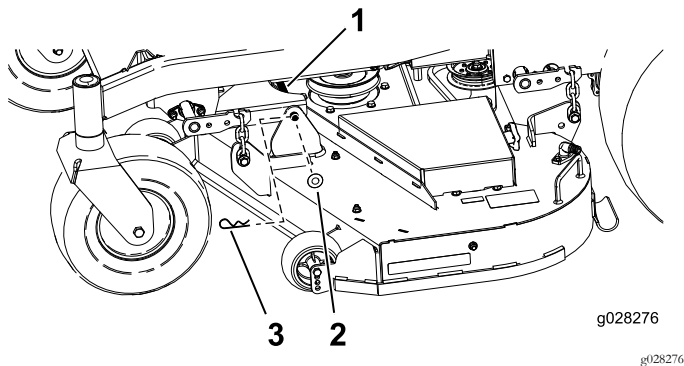

Figure 73
1. Retirez la goupille fendue et la rondelle qui fixent l'axe de liaison au cadre et au plateau, et déposez l'axe (Figure 73).
9. Fixez l'axe de liaison avec les goupilles fendues et les rondelles retirées précédemment (Figure 73).